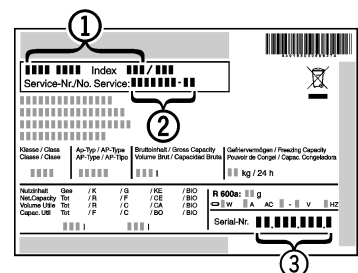

Fig. 12
- ▶ Gerätebezeichnung *Fig. 12 (1)*, Service-Nr. *Fig. 12 (2)* und FN-Nr. *Fig. 12 (3)* vom Typenschild ablesen. Das Typenschild befindet sich an der linken Geräteinnenseite.
- ▶ Den Kundendienst benachrichtigen und den Fehler, Gerätebezeichnung *Fig. 12 (1)*, Service-Nr. *Fig. 12 (2)* und FN-Nr. *Fig. 12 (3)* mitteilen.